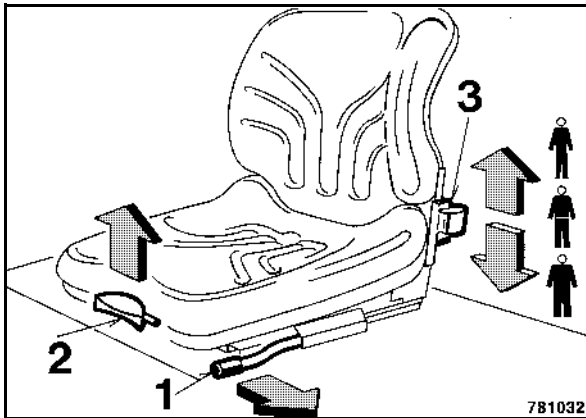

fig. 39
- Tirer la manette 1 (fig. 39) vers l'extérieur pour régler le siège en longueur.
- Tirer la manette (2) vers le haut pour régler l'inclinaison du dossier.
- Régler le siège au poids du conducteur au levier (3).